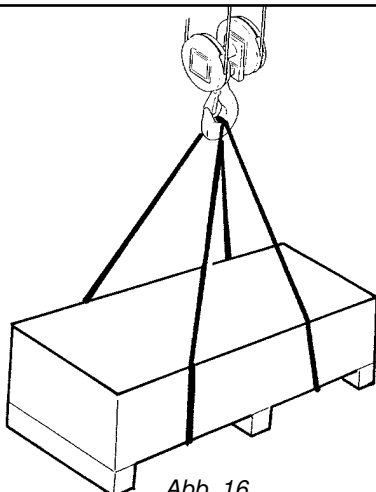

Abb. 16
- Hebevorrichtungen (Kran) und entsprechendes Zubehör (Schlingen) - (Abb. 16).
3. Wenn die Einheit E-Zug/Katze in einer Kiste oder einem Holzkäfig transportiert wird, kann die Handhabung derselben wie unter Punkt (A - 2) - (Abb. 16 - 17) beschrieben erfolgen.
3. Wenn die Einheit Katze/E-Zug in einer Kiste oder einem Holzkäfig transportiert wird, kann die Handhabung derselben wie unter Punkt (A - 2) - (Abb. 16 - 17) beschrieben erfolgen.